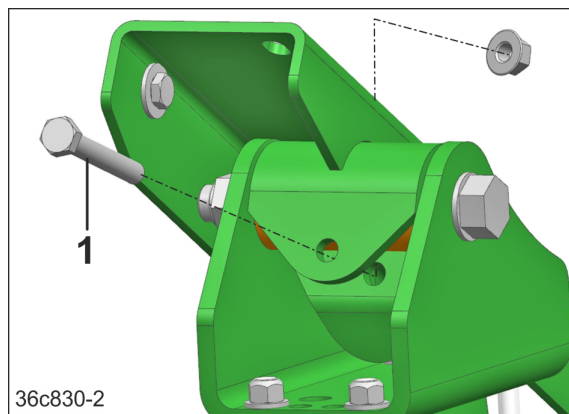

Рис. 101
10. Извлеките стопорные винты (Рис. 101/1).